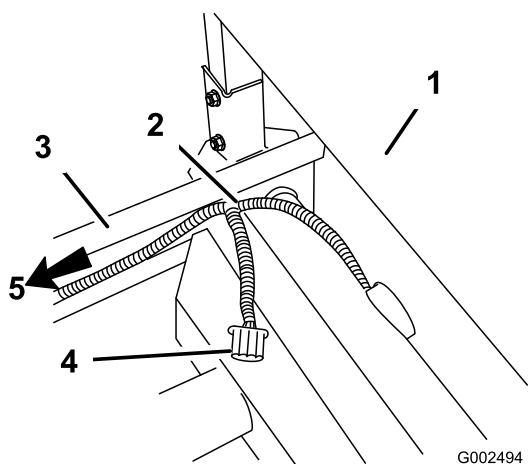

Figura 9
eléctrico del sistema de pulverización no se queda debajo del vehículo (Figura 9).
12. Pase el arnés de cables por el bastidor izquierdo y luego de retorno hasta al sensor de velocidad con el cableado existente (Figura 9).
15. Pase el arnés de cables por el bastidor y de retorno a la conexión entre el sensor de velocidad y el cableado existente (Figura 9).